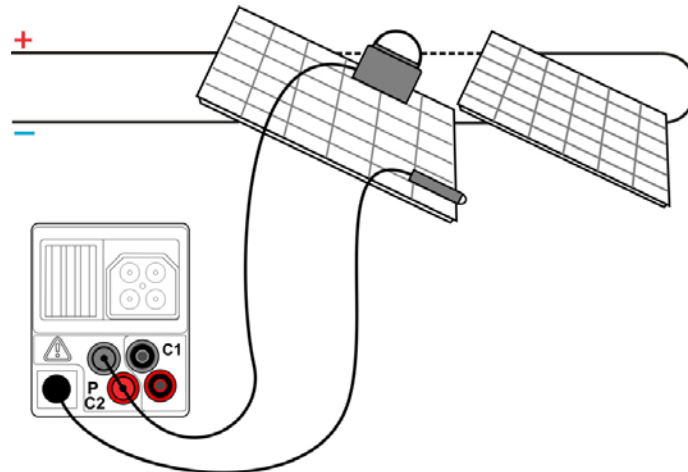

Abbildung 6.13: Messung der Umgebungsparameter
- **Schließen Sie** die Umgebungssensoren an das Messgerät an (siehe Abbildung 6.13)
- Schließen Sie das Prüfstück an (siehe Abbildung 6.13).